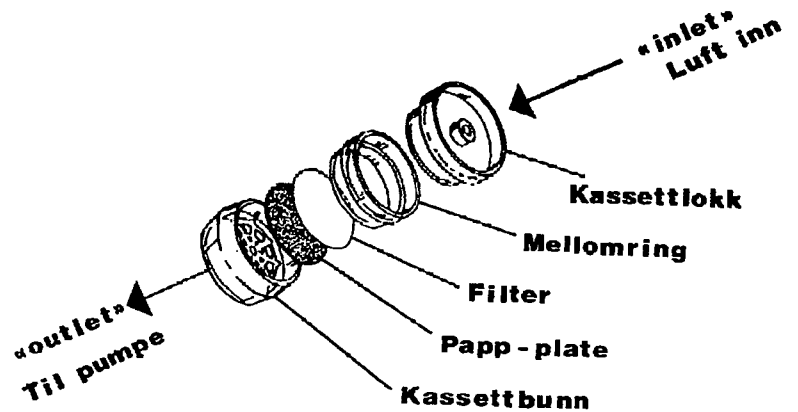

Fig. 2: En skisse av en 37 mm filterkassett
Syklon, eller foravskiller, benyttes for prøvetaking av respirabelt støv. Dette er den del av støvet som trenger lengst ned i lungene. Syklonen kan leveres komplett med filter i kassetten, eller med flere separate filterkassetter. Kassettene er i aluminium og tettes med en bøyle påsatt to propper. Vanlige kassetter (fig. 2) kan ikke benyttes ved prøvetaking med sykloner.
- I) Filterkassetten propp ved "outlet" (se fig. 2) fjernes og legges i en pose.
- III) Før prøvetakingen tar til skal luftstrømmen (flow) måles gjennom filterkassetten. Fjern proppen ved "inlet" (se fig. 2), legg denne i en pose. Fest flowmeteret (rotameteret) til "inlet".